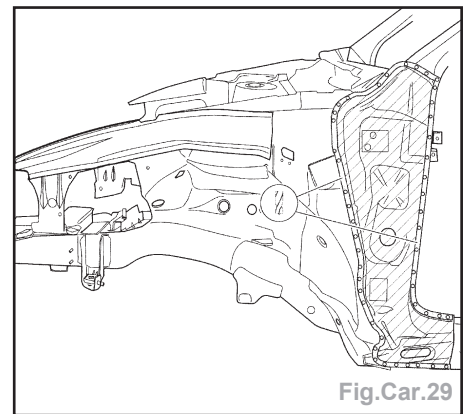

Fig.Car.29
- Eliminer les points de soudure, en utilisant le mandrin à fraise pour les points de soudure et une perceuse (Fig.Car.29).